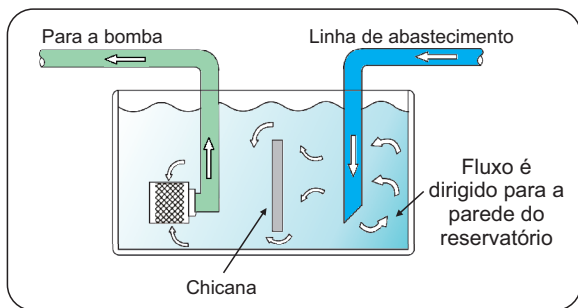

Figura 4
5.33 O ponto de captação de água para a bomba deve ficar o mais afastado possível da tubulação de abastecimento do reservatório, evitando assim, a sucção de bolhas de ar. Não havendo essa possibilidade, pode-se instalar chicanas no reservatório (ver figura 4).